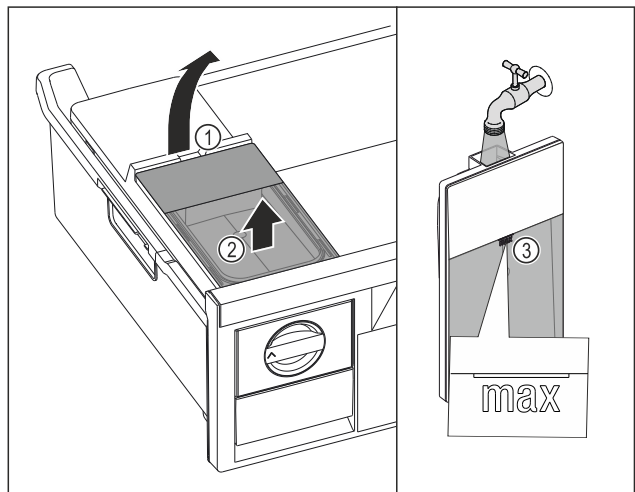

Fig. 109
- ▶ Поднимите бак для воды за выемку Fig. 109 (1).
- ▶ Извлеките бак для воды движением вверх. Fig. 109 (2)
- ▶ Наполните бак для воды питьевой водой до отметки Fig. 109 (3).